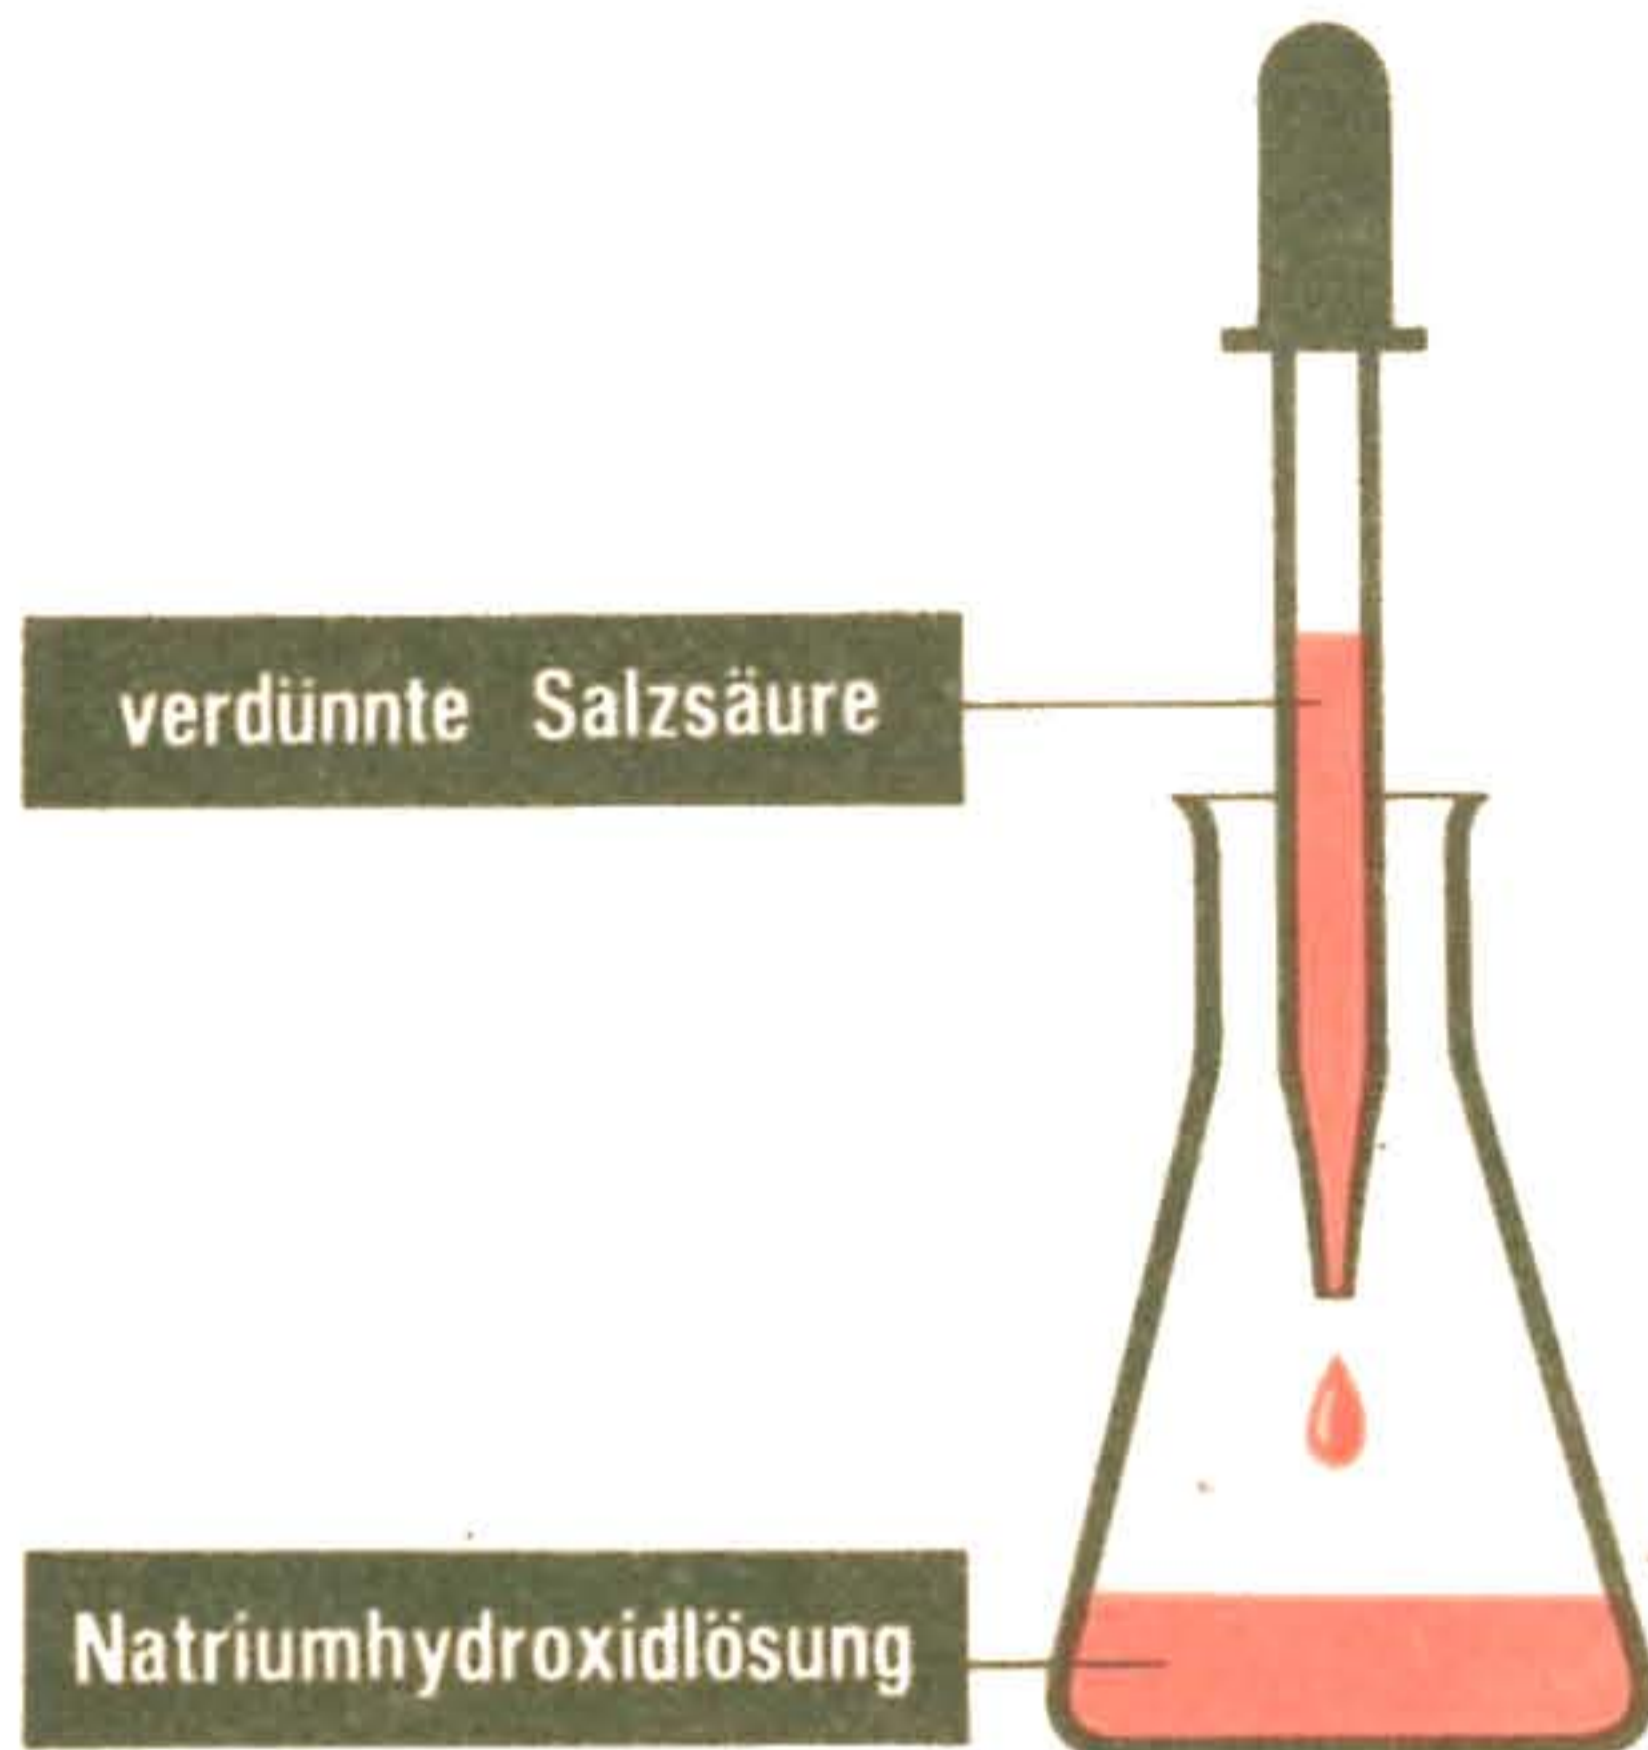

Abb. 7
4. Gib aus dem Halbmikro-Tropfer tropfenweise und unter Umschütteln nach Zusatz jedes Tropfens verdünnte Salzsäure zu der Natriumhydroxidlösung, bis der Indikator eben seine Farbe ändert (Abb. 7)!